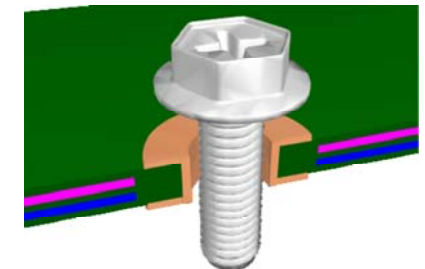

рис. 2-111
5) – столбик металлизации внутри отверстия. Если помните, раньше говорилось, что отверстия сверлятся немного большим диаметром. Таким образом, после металлизации площадки 1) и 2) оказываются соединёнными друг с другом (рис. 2-111), а отверстие будет точно соответствовать требуемому размеру.